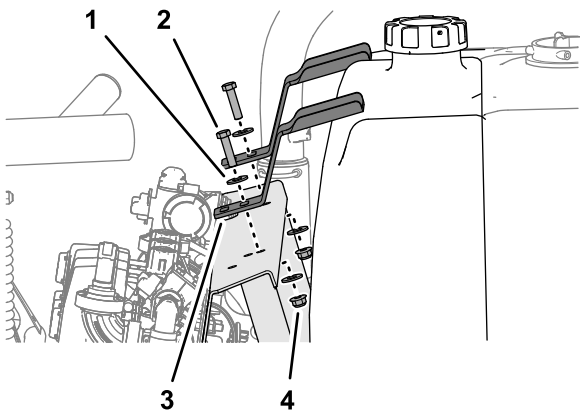

Figura 4
5. Retire os dois parafusos, quatro anilhas e duas porcas flangeadas que prendem os dois suportes de fixação do depósito de lavagem à montagem da válvula e retire os suportes de fixação (Figura 4).